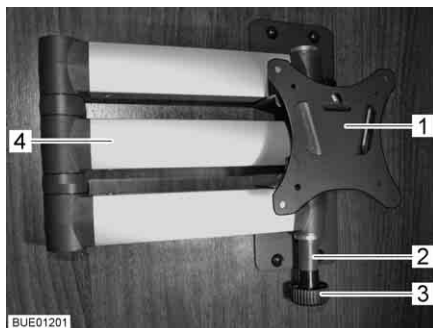

Fig. 68 Supporto con braccio snodato
- Tirare il bottone di sbloccaggio (Fig. 68,3). Il braccio snodato (Fig. 68,4) è sbloccato.
- Ruotare lo schermo piatto all'indietro nella sua posizione iniziale, finché il supporto (Fig. 68,1) non si innesta nel bloccaggio (Fig. 68,2).